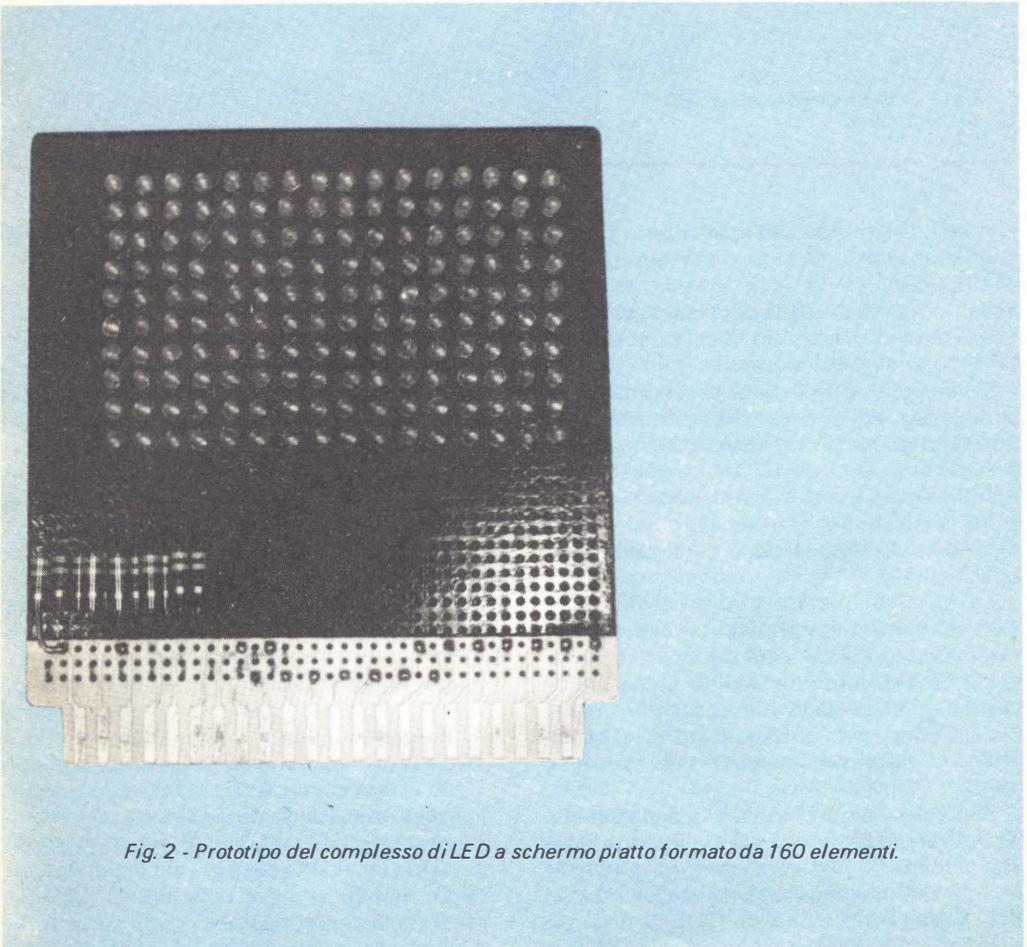

Fig. 2 - Prototipo del complesso di LED a schermo piatto formato da 160 elementi.
La *fig. 2* è una fotografia del display a 160 elementi, montato su una basetta perforata con fori distanziati tra loro di 2,5 mm e con strisce di rame per le saldature in corrispondenza delle file di fori. In questo caso si sono usati LED gialli ma, se si preferisce, si possono impiegare LED rossi o verdi.
Ciò comunque non deve scoraggiare, in quanto si può completare la basetta rappresentata nella *fig. 2* in meno di quattro ore.
**Moltiplicazione con resistori** - Un circuito resistivo moltiplicatore è illustrato nella *fig. 2*. Il circuito è composto da due potenziometri e da un DVM (o da un voltmetro convenzionale). Il potenziometro R1 forma un partitore di tensione ai capi dell'alimentazione, mentre R2 è un partitore di tensione posto tra il cursore di R1 e massa.